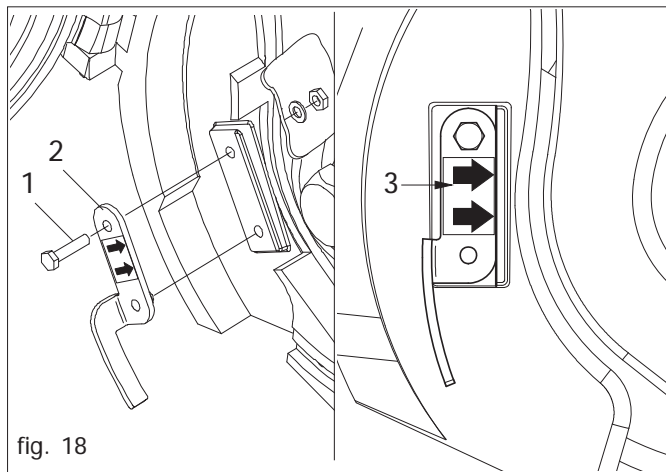

fig. 18
Dévisser les vis (1 Fig. 18) et enlever l'éjecteur (2).
Placer l'éjecteur (2) comme l'indique la Figure 18.
Appuyez l'éjecteur contre le bord obtenu dans le siège (3 Figure 18) et le fixer avec la vis livrée (1). La vis doit être adaptée seulement il y est indiqué sur la photo. Ne mettre aucune épaisseur entre l'éjecteur et le siège. Vérifier que l'éjecteur adhère au disque de semis. En cas d'usure évidente, remplacer l'éjecteur.